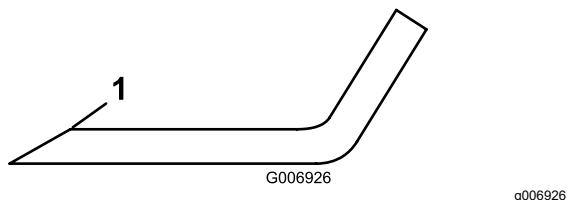

Рисунок 78
сохраняйте первоначальный угол заточки (Рисунок 78).
6. Если нож затупился или имеет зазубрины, заточите только верхнюю режущую кромку, сохраняя первоначальный угол заточки (Рисунок 78).